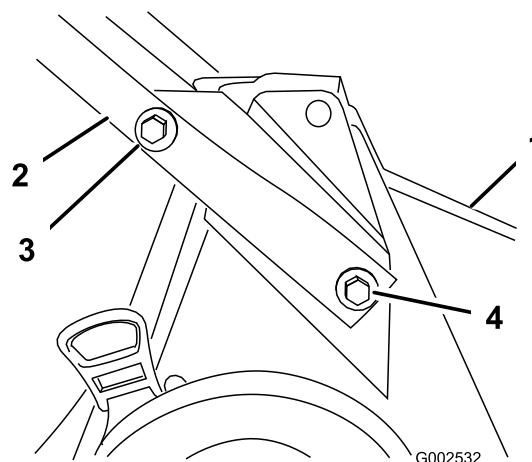

Figure 3
1. Montez la poignée sur le carter de tondeuse à l'aide de 2 boulons (5/16 x 7/8 po), 2 boulons (5/16 x 1-1/2 inches), 4 rondelles et 4 contre-écrous (Figure 3).